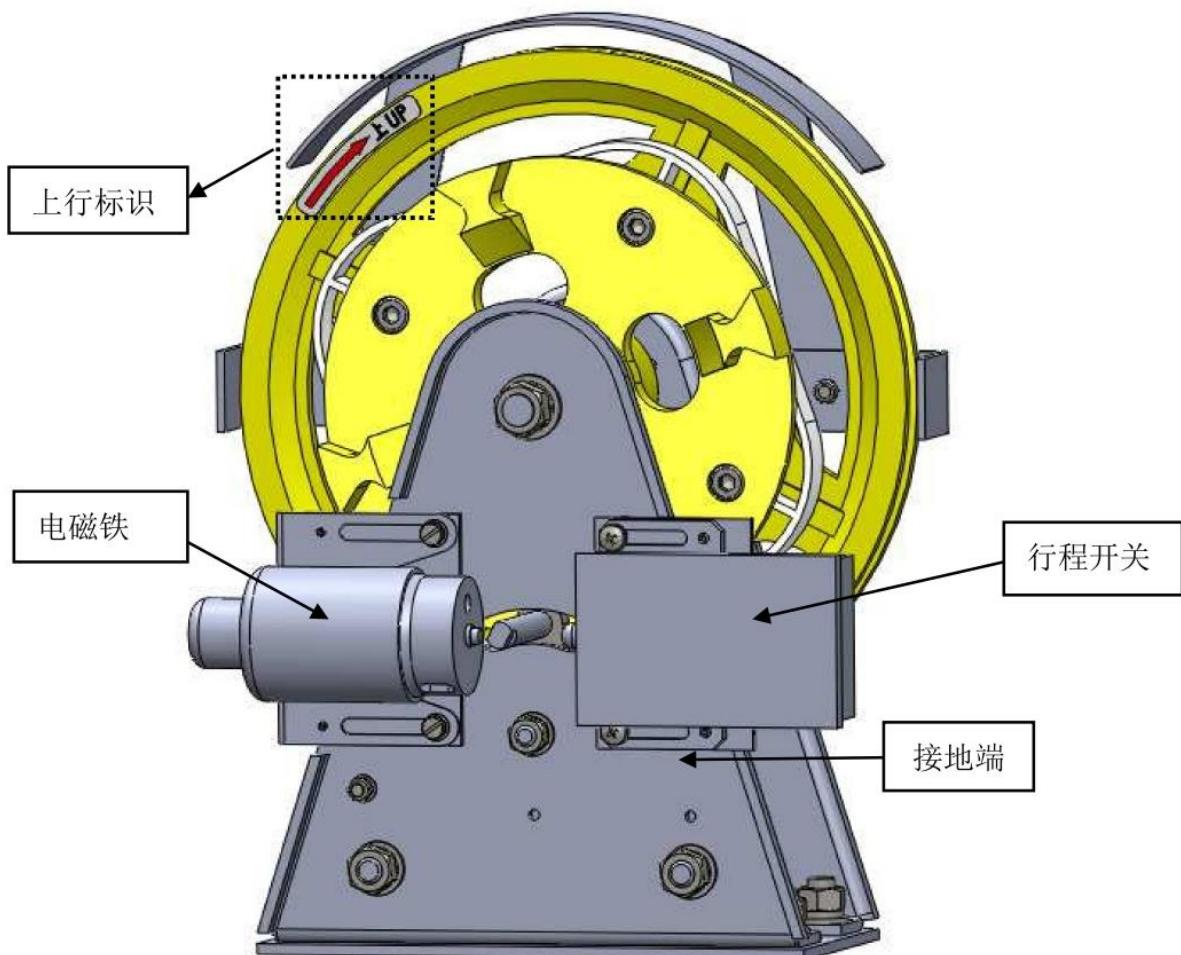

图 2
3. 限速器绳轮上的箭头方向为轿厢上行运行方向。（见图 2 中箭头所示）。